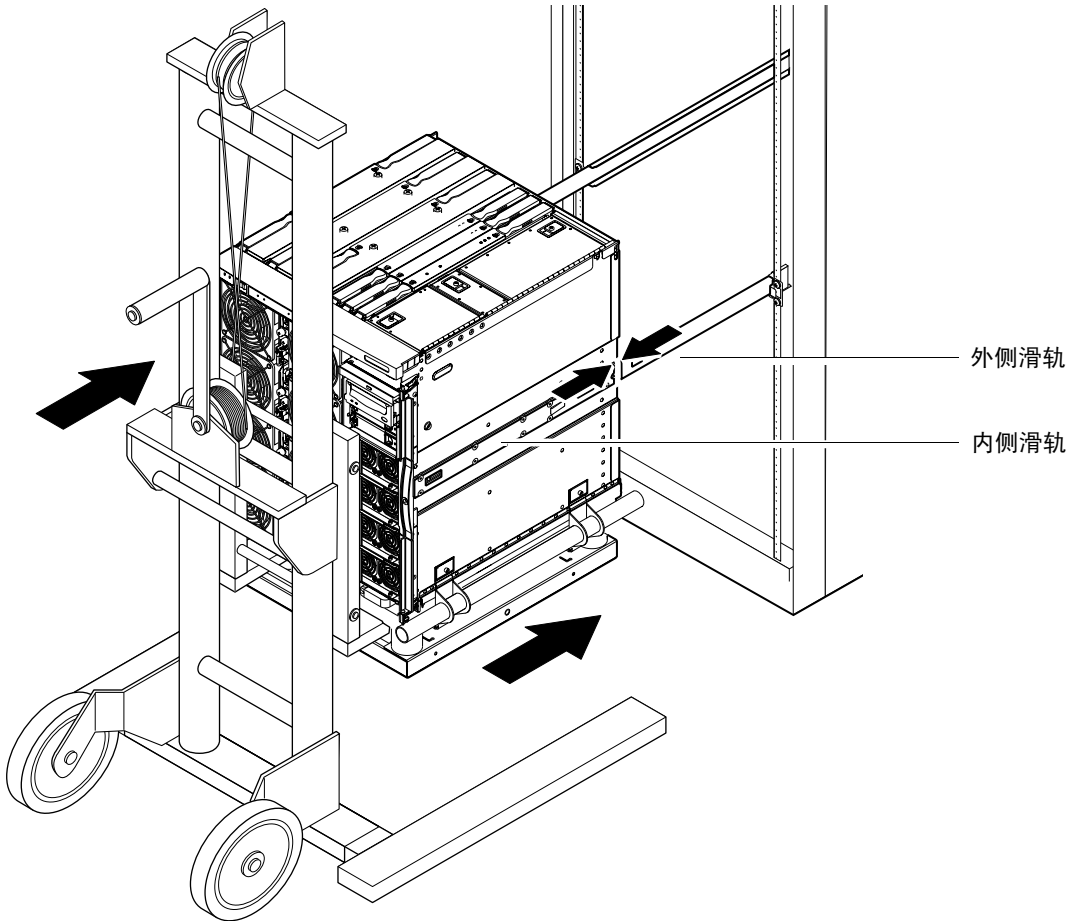

图 1-11 对齐滑轨
6. 小心地向前移动起重设备，直到系统上的内侧滑轨完全卡入机柜上的外侧滑轨（图 1-11）。两侧的插销必须闩住，以便锁定滑轨。